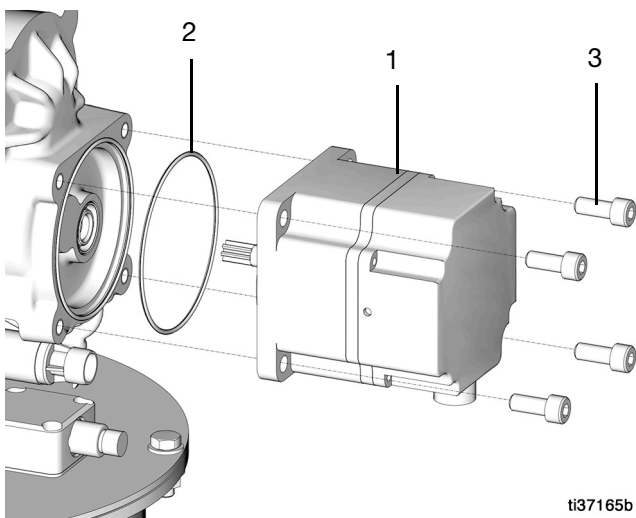

Рис. 25
3. Ослабьте и снимите четыре болта (3), придерживая двигатель (1) на насосе, затем снимите двигатель (1) и уплотнительное кольцо (2) (Рис. 25).